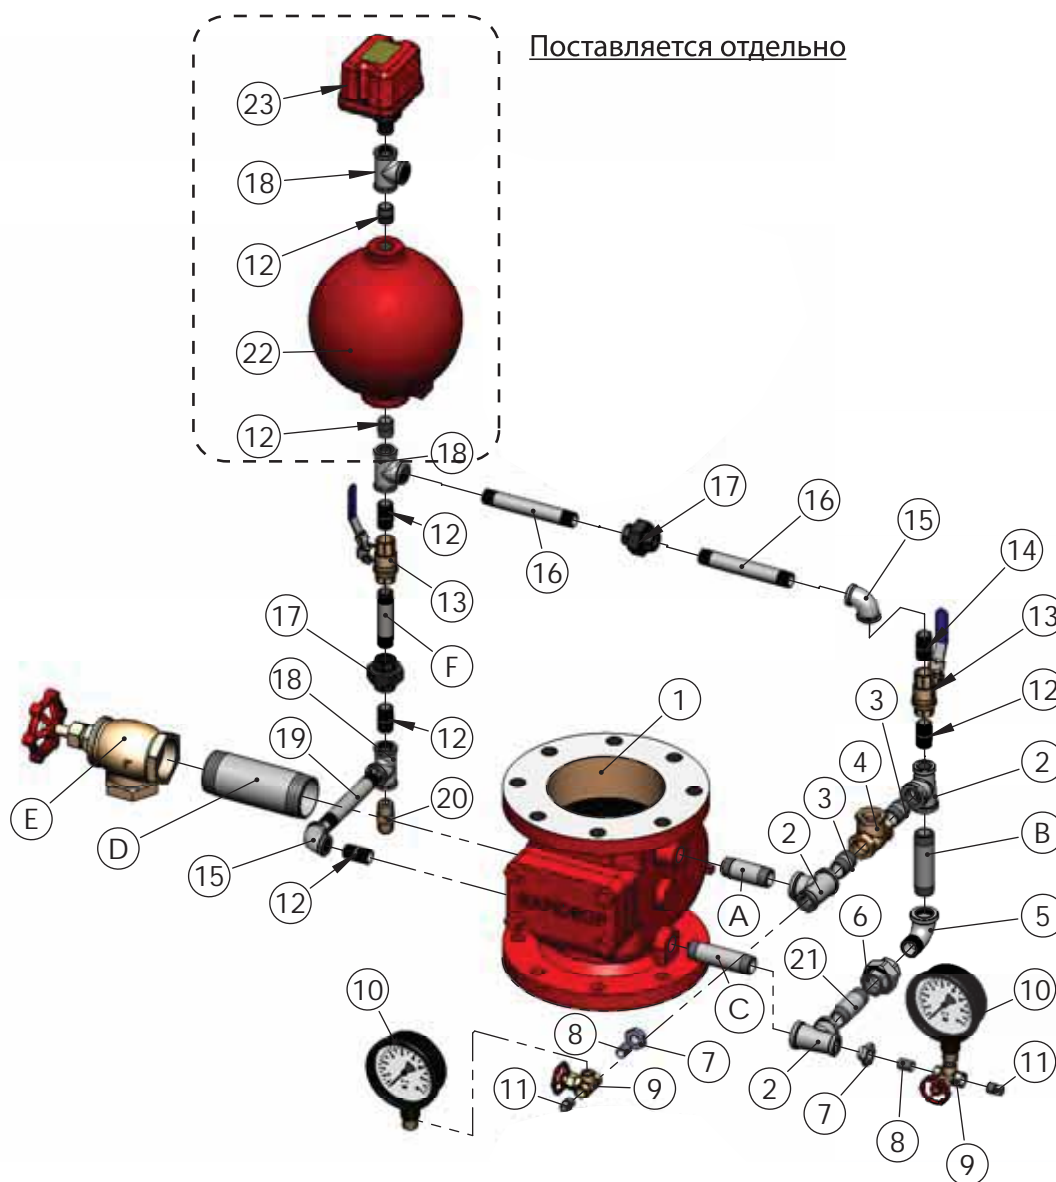

Рис. 2
3. Откройте дренажный клапан (Рис.2, деталь Е).
11. Проверьте и очистите обратный клапан (Рис.2, деталь 4) в соединениях обвязки. Если есть повреждения, то замените его.
4. Закройте краны (Рис.2, деталь 9), установленные перед манометрами.
6. Когда показания манометра системы подачи (Рис.2, деталь 10) станут равны показаниям манометра системы, полностью откройте запорный клапан линии подачи и проверьте, нет ли утечки в замененных оросителях.